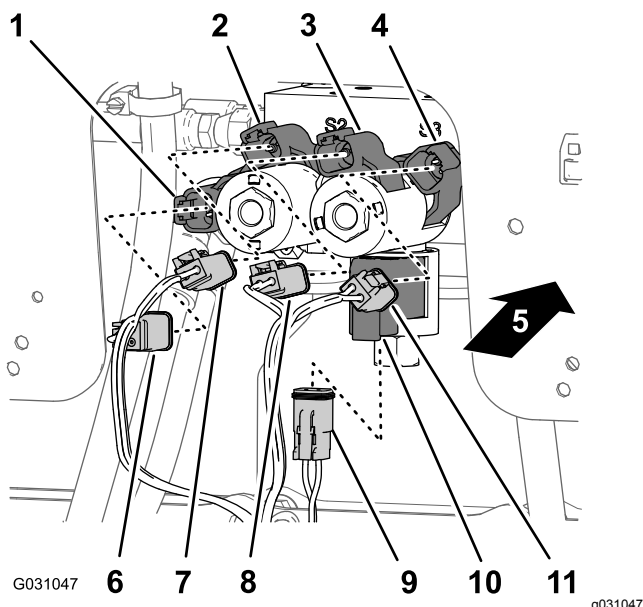

**Figura 111**
cablagem traseira identificado **Solenoide de ativação** (Enable Solenoid) no conector de dois pinos para o solenoide de ativação (Figura 111 e Figura 112).
2. No solenoide inferior direito, ligue o conector de 2 tomadas da cablagem traseira identificado como **Inferior direito** (Right Down) no conector de 2 pinos para o solenoide inferior direito (Figura 111 e Figura 112).
3. No solenoide superior direito, ligue o conector de 2 tomadas da cablagem traseira identificado como **Superior direito** (Right Up) no conector de 2 pinos para o solenoide superior direito (Figura 111 e Figura 112).
4. No solenoide inferior esquerdo, ligue o conector de 2 tomadas da cablagem traseira identificado como **Inferior esquerdo** (Left Down) no conector de 2 pinos para o solenoide inferior esquerdo (Figura 111 e Figura 112).